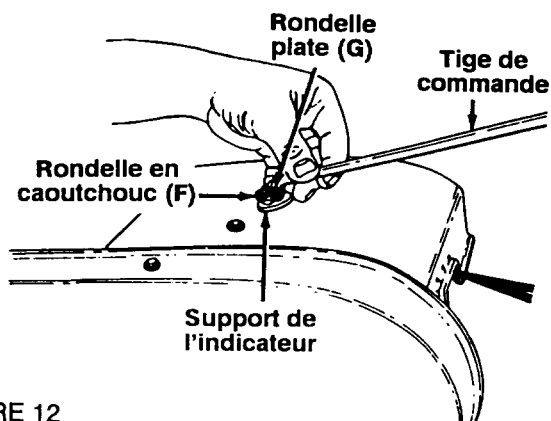

FIGURE 12
19. Enfoncez l'extrémité fileté de la tige de réglage du guidon dans le coussinet en plastique, sur la droite de l'ensemble du guidon. Vissez le petit bouton en «T» (A) sur l'extrémité de la tige de réglage.
20. Placez la rondelle plate (G), puis la rondelle en caoutchouc (F) sur l'extrémité à crochet de la tige de commande. Enfoncez l'extrémité de la tige de commande dans le support de l'indicateur, sur le couvercle de la boîte de vitesses, et maintenez-la en place avec une goupille épingle (E). Voir la figure 12.